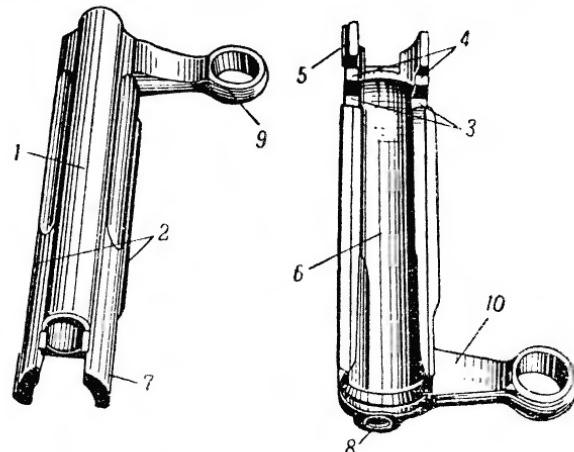

Рис. 26. Стебель затвора:
**27. Стебель затвора** (рис. 26) служит для расцепления и сцепления затвора со ствольной коробкой; он же является ведущей деталью для остова затвора.